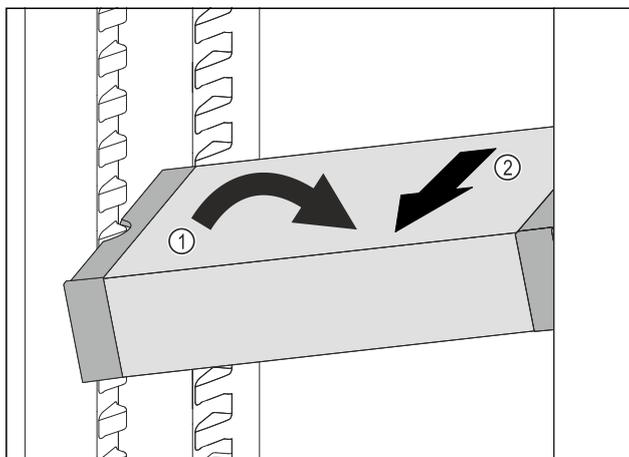

Fig. 103
- ▶ Ukosite ladicu VarioSafe u hladnjaku. Fig. 103 (1)
- ▶ Izvadite ladicu VarioSafe prema naprijed. Fig. 103 (2)